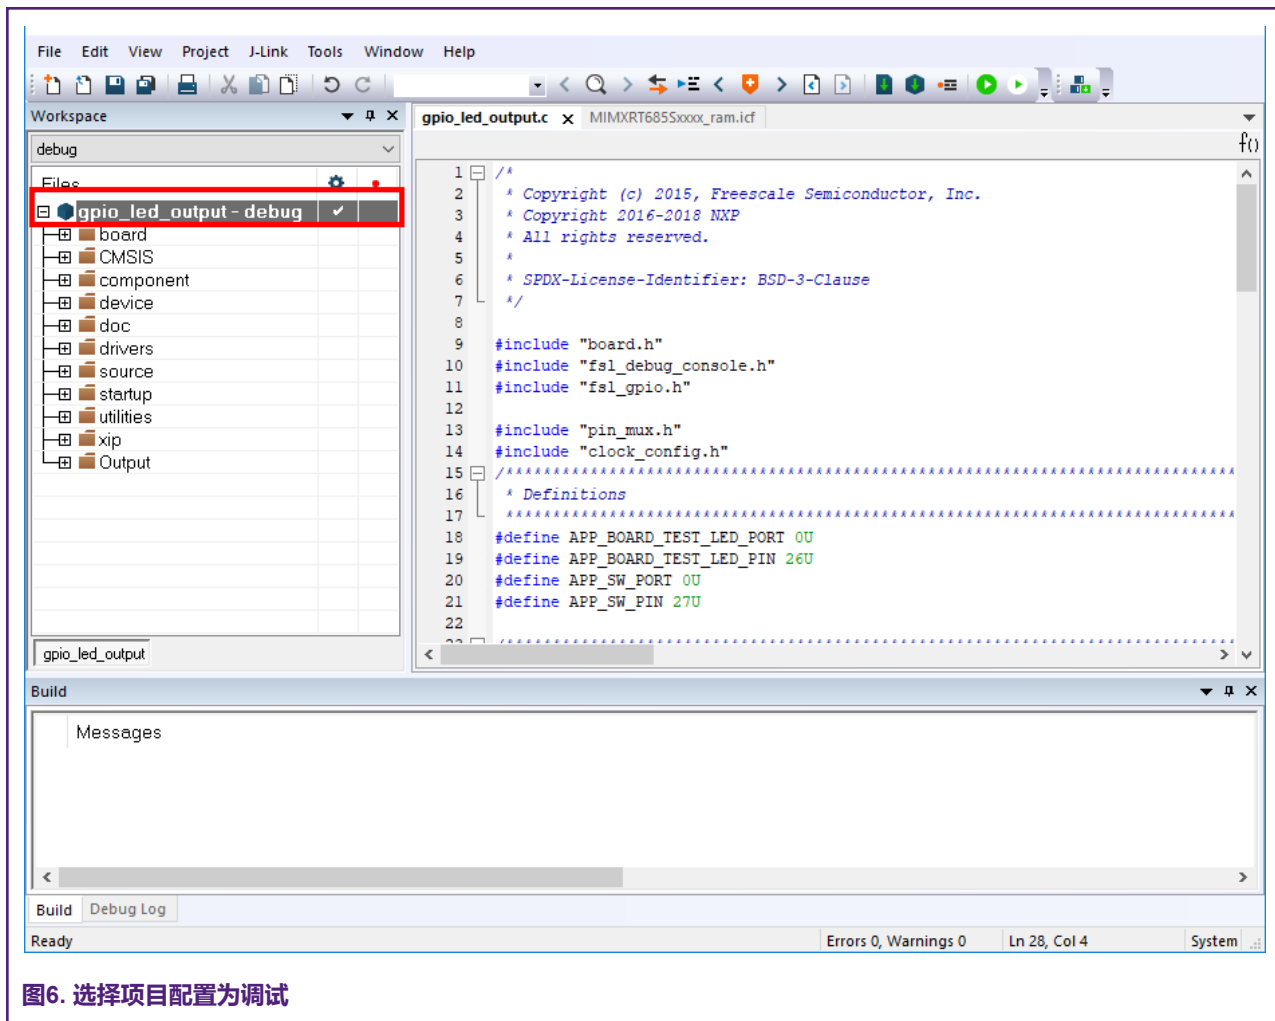

图6. 选择项目配置为调试
1. 打开\SDK_2.6.0_EVK-MIMXRT685\boards\evkmimxrt685\driver_examples\gpio\led_output示例，选择项目配置为调试，如图6所示。